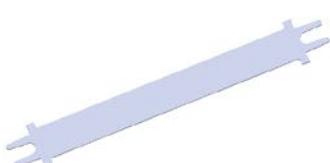
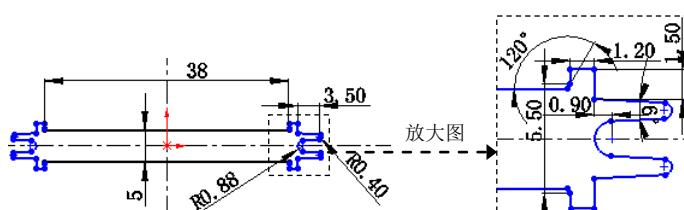

图 15.2.10 基体—法兰 1
图 15.2.11 横断面草图
Step2. 创建图 15.2.10 所示的钣金基础特征——基体—法兰 1。
(1) 选择命令。选择下拉菜单 插入(I) →  钣金(M) →  基体法兰(B)... 命令(或单击“钣金”工具栏上的“基体法兰/薄片”按钮)。
(2) 定义特征的横断面草图。
① 定义草图基准面。选取前视基准面作为草图基准面。
② 定义横断面草图。在草图环境中绘制图 15.2.11 所示的横断面草图。
③ 选择下拉菜单 插入(I) →  退出草图 命令，退出草图环境，此时系统弹出“基体法兰”对话框。